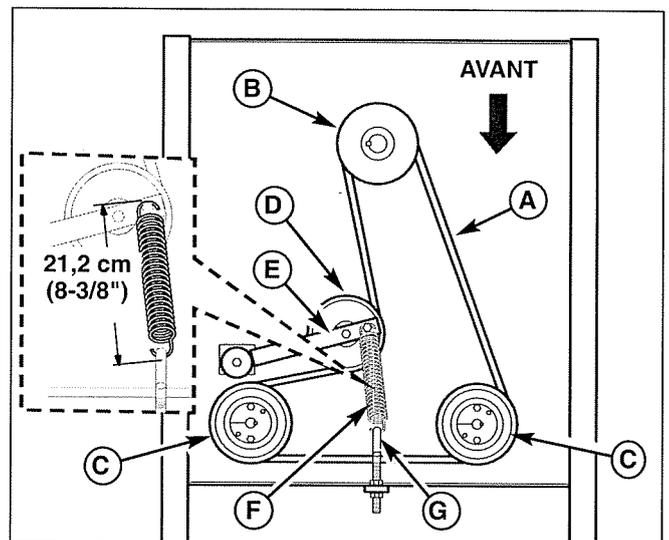

Figure 55. Remplacement de la courroie d'entraînement de la pompe hydraulique
4. Desserrer l'écrou vers l'avant de la machine sur le crochet d'ancrage de ressort (G, figure 55) pour relâcher le plus gros de la tension de courroie. Faire preuve de prudence et retirer l'écrou pour complètement relâcher la tension.
6. Remonter le crochet d'ancrage (G) dans la patte d'ancrage et serrer l'écrou légèrement. Régler le crochet d'ancrage jusqu'à obtention d'une mesure de 21,2 cm (8-3/8") de l'extérieur du crochet de ressort. Serrer l'écrou.